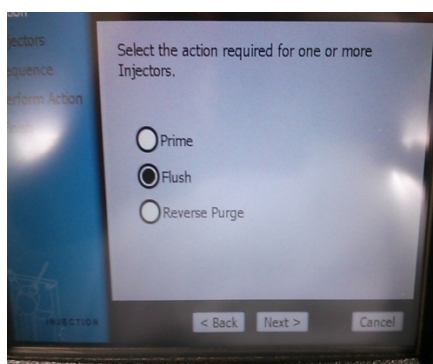
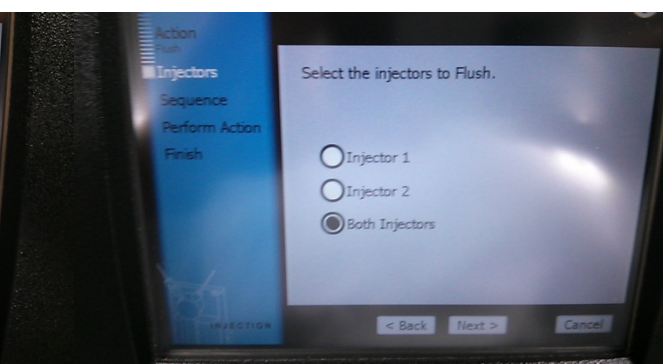

図 12
図 13
6) 図12の画面でFlushを選択し、図13の画面でBoth Injectors”を選択しNextを押す。